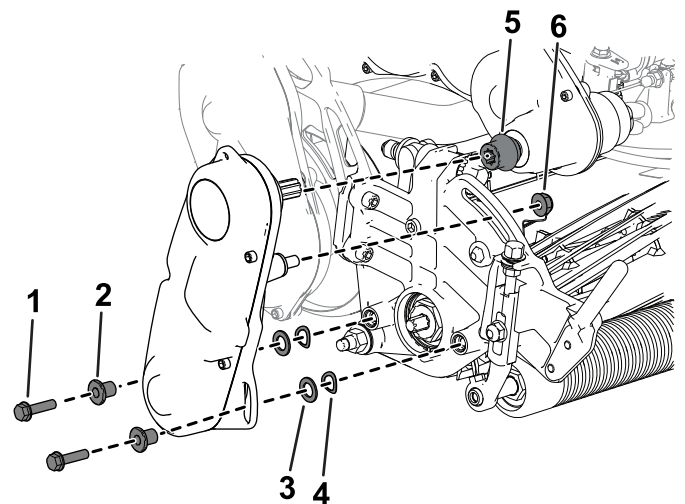

Figura 5
6. Instale o acoplador no eixo de transmissão (Figura 5).
7. Use o hardware removido anteriormente para instalar o conjunto de acionamento do cilindro na unidade de corte (Figura 5).
8. Certifique-se de que o acoplador (Figura 5) possa se mover facilmente para frente e para trás no eixo de transmissão.